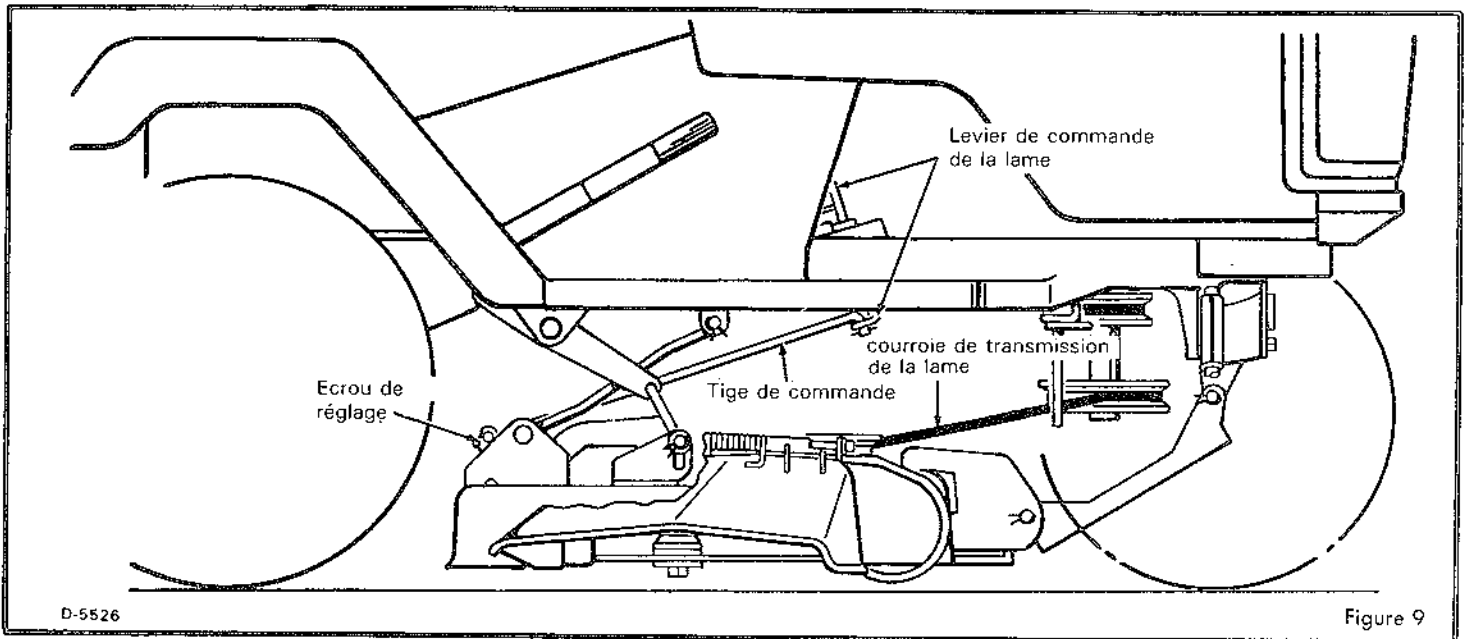

Figure 9
- Placer le levier à la position DÉSENGAGÉE. Le levier doit avoir un jeu libre de 5 à 6,3 mm. le jeu libre se mesure depuis la position DÉSENGAGÉE jusqu'au point où une résistance nette se fait sentir (voir illustration). Enlever la tige de commande du levier de commande de la rotation de la lame (voir la figure 9). Tourner la tige dans le sens des aiguilles d'une montre pour raccourcir la tige et donner plus de jeu et dans le sens contraire pour rallonger la tige et donner moins de jeu.